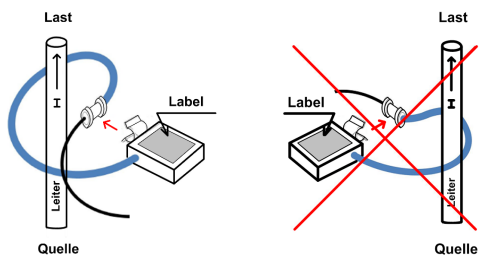

Abbildung 1: Installation der Stromsensoren
3. Stecken Sie das freie Kabelende in das Endstück der Spule bis es einrastet, die Spule muss dabei einen geschlossenen Kreis um den Leiter bilden. Achten Sie auf die richtige Positionierung (Durchflussrichtung des Stromes) der Spule bzw. Klappwandler um den Leiter (Abb. 1)